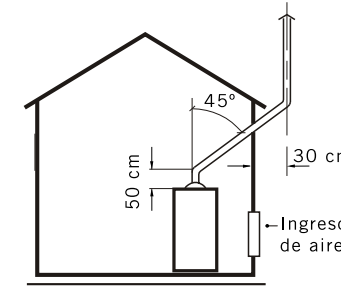

Fig.10
* Si es necesario atravesar paredes para instalar la ventilación, el tubo deberá tener, como mínimo, 50 cm. de longitud en posición vertical y luego, con curvas de 45° o menores, atravesar la pared (Fig. 10).